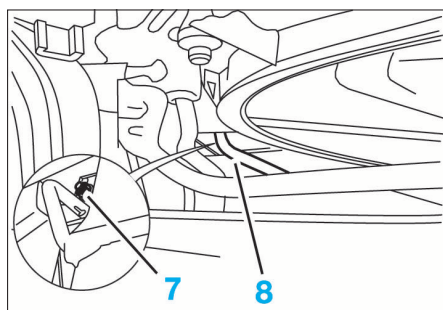

FIG. 22
- Débrancher le connecteur (5) du pressostat (6).
- Déposer la fixation (7) du tuyau condenseur inférieur (8) (Fig.22).